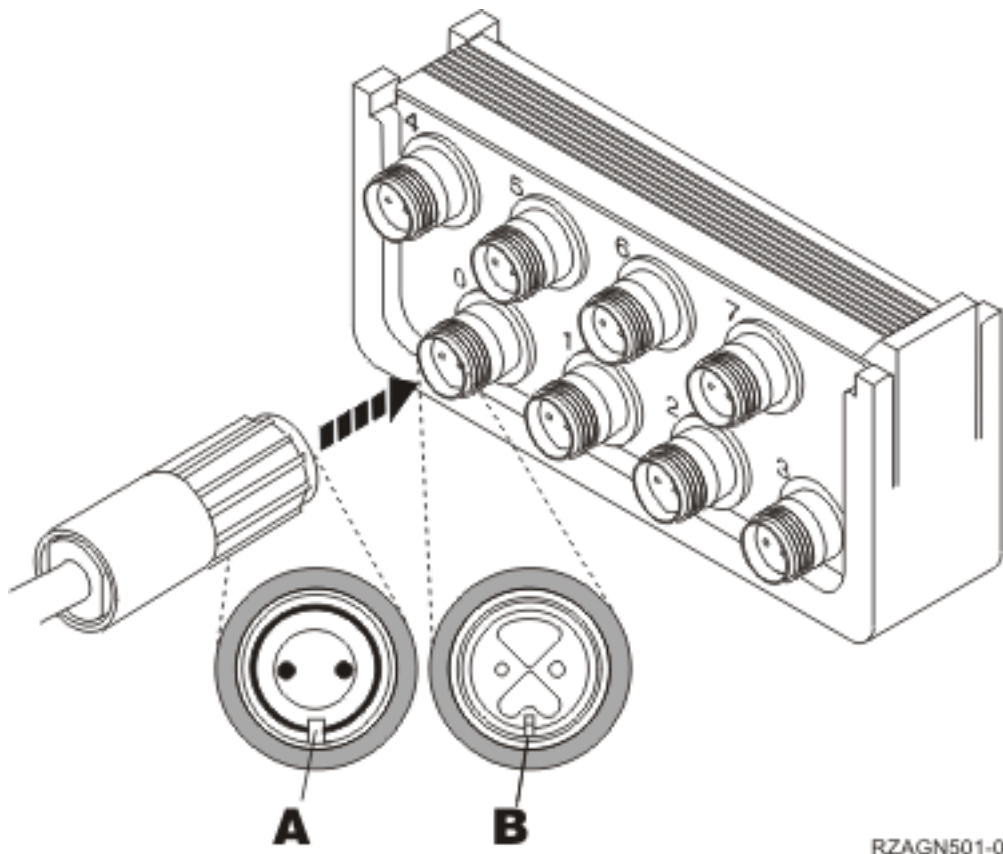

Figura 3. Onde Ligar o Cabo da Consola da Unidade do Sistema
- __ 6. Alinhe a chave **B** da **porta 0** no conector do cabo Biaxial de 8 portas com a ranhura **A** do cabo de ligação Biaxial (Figura 3).